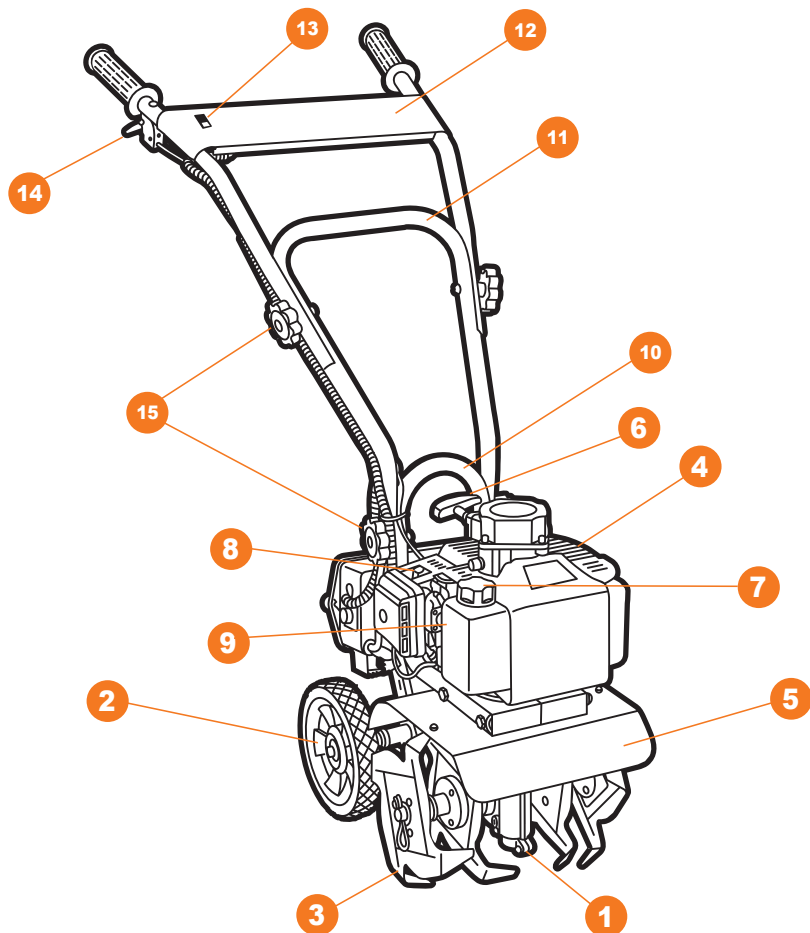

Рис. 1
- Прокачайте 4-5 раз ручным топливным насосом (праймером)  (Рис.1) топливо в карбюратор, до его заполнения и переведите рычаг воздушной заслонки в положение «**ЗАКРЫТО**».